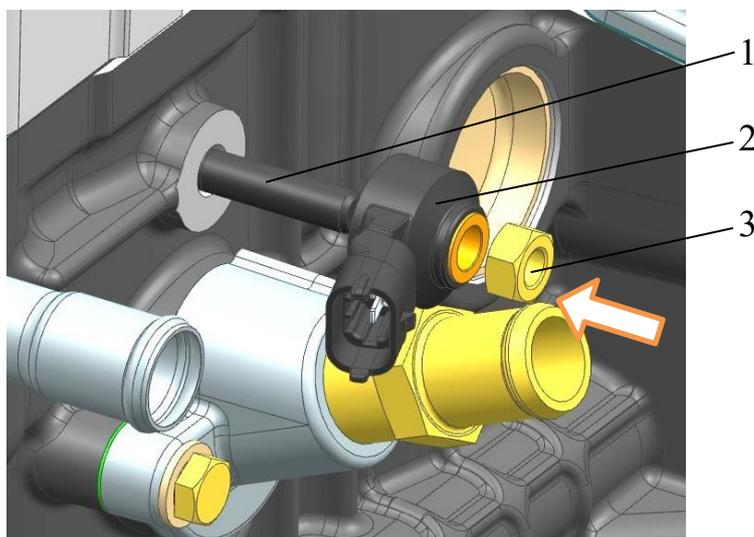

Рис.202. Установка датчика детонации:
**11.** Установить датчик детонации 2 (рис.202) на шпильку 1 и закрепить гайкой 3, завернув её моментом 14,7...19,6 Н·м (1,5...2,0 кгс·м).